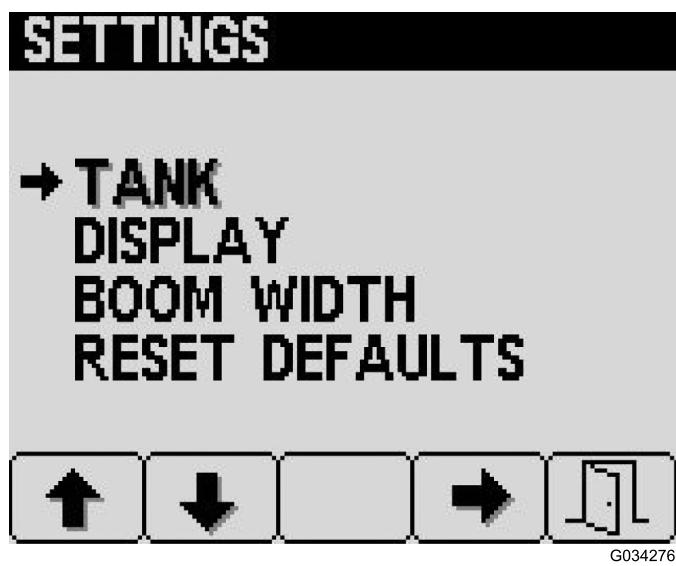

図9
メインメニューでボタン2を何度か押して図6Settingsへ移動し、ボタン4で Settings を選択します図9。
1. ボタン4で Tank settings を選択する図9。
1. 設定画面でボタン2を何度か押して表示設定 Display Settingsへ移動し、ボタン4で Display を選択する (図 9)。